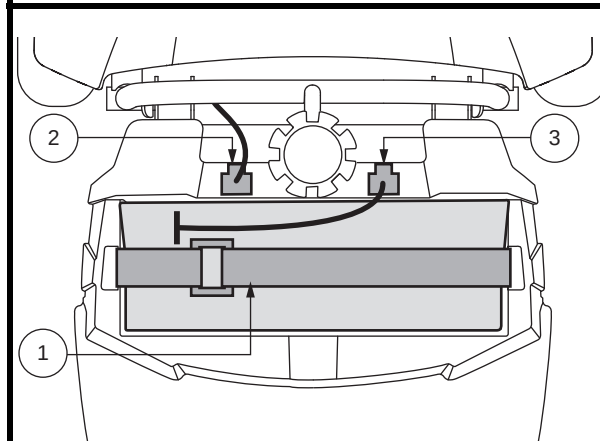

Figura 16. Fascetta di fissaggio delle batterie
1. Scollegare il cavo della batteria e rimuovere il pacco batteria dal Travel Scooter. **Vedere figura 16.**
2. Scollegare le cinghie della batteria e la fascetta di fissaggio, quindi rimuovere la batteria dal miniscooter. **Vedere figura 16.**